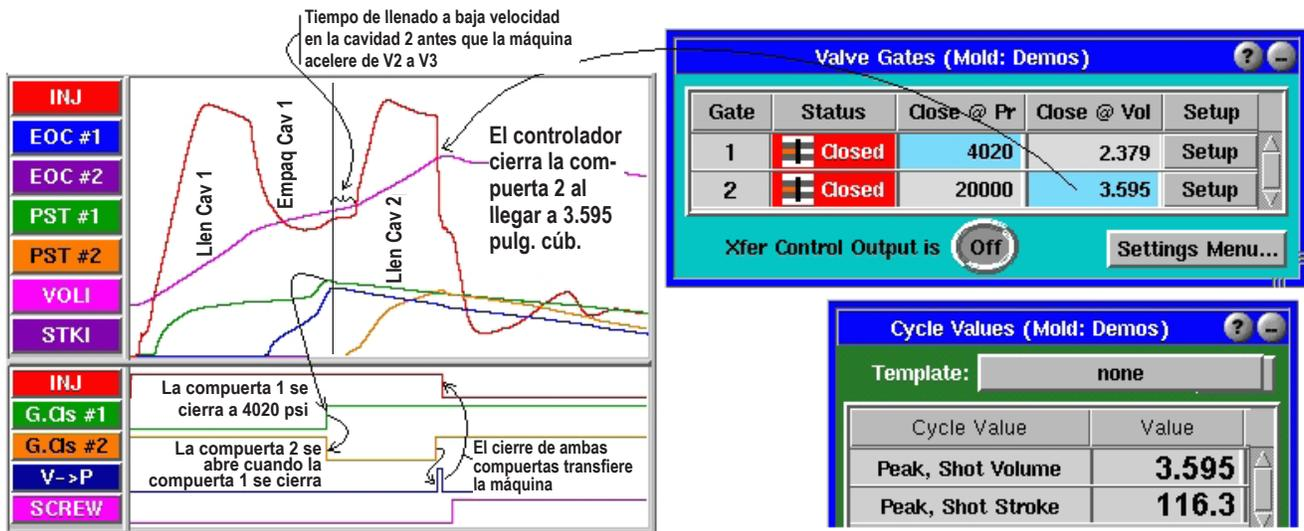

Figura 28: Moldeada incompleta cavidad 2
- \* En el gráfico de ciclo debería ver algo similar al gráfico ilustrado en la Figura 28. Coloque el cursor en el punto donde se cierra la compuerta de válvula 1. Ahora observe la curva de volumen de inyección. La onda en el gráfico donde V2 cambia a V3 debería producirse poco después. Ajuste la posición de transferencia V2-V3 en la prensa hasta que ocurra inmediatamente después del cierre de la primera compuerta de válvula.